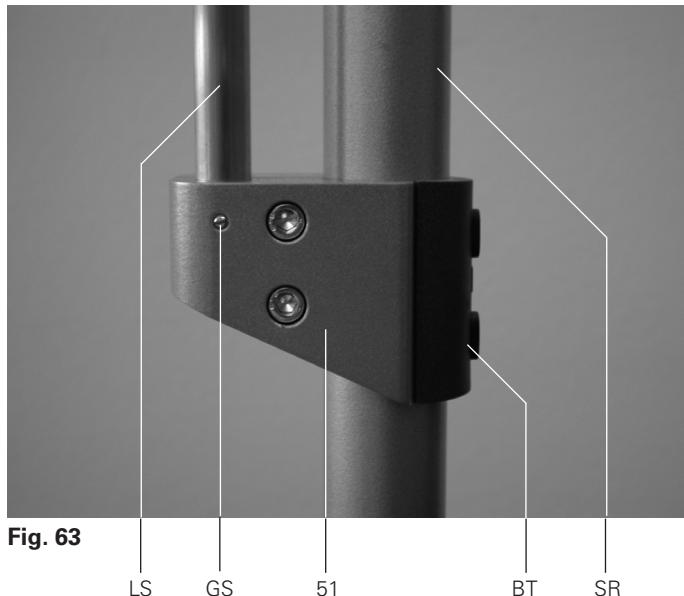

Fig. 63
Etapes du montage (voir Fig. 63)
- J05 Fixer la pièce de serrage inférieure [51] sur le tube vertical [SR] du luminaire (voir Fig. 63).
Remarque : Sur des luminaires avec élément de commande, il est recommandé de fixer la pièce de fixation inférieure [51] face à l'élément de commande [BT] (voir Fig. 63).